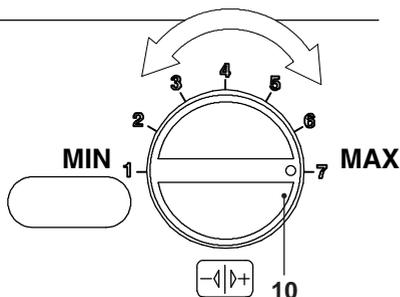

Figura 7.10
- Ruotare la manopola di temperatura sanitari 10 al massimo Figura 7.10 e verificare il valore di **CO2**.